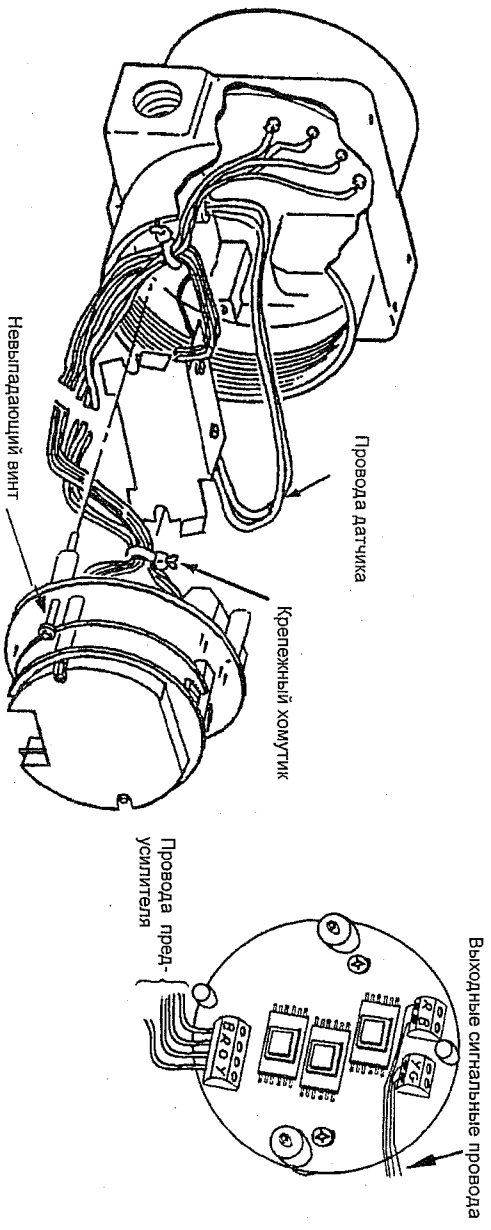

Рис. 18. Соединения электронного блока – датчик с расширенным температурным диапазоном
5. В случае с выносным электронным блоком отсоедините на клеммной колодке все 4 провода предварительного усилителя. См. рис. 18.
7. Вытащите электронный блок из корпуса на достаточное расстояние, позволяющее отсоединить 4 провода предварительного усилителя (коричневый, красный, оранжевый и желтый) от клеммной колодки на электронном блоке и 4 сигнальных провода (красный-синий, желтый-зеленый). См. рис. 18.
5. См. рис. 18. Подсоедините коричневый, красный, оранжевый и желтый провода предварительного усилителя к клеммной колодке с цветовой кодировкой, расположенной на тыльной стороне электронного блока. Для взрывобезопасного исполнения типа CENELEC также подсоедините провод заземления от предварительного усилителя к корпусу, как показано на рис. 21.
2. Снимите крышку отделения электронного блока (напротив стороны с надписью «Field Terminal») и демонтируйте электронный блок как рекомендовано порядком действий, описанное которого начинается на стр. 53. Отсоедините коричневый, красный, оранжевый и желтый провода предварительного усилителя. См. рис. 18. При наличии индикатора снимать его нет необходимости.
4. Перед установкой предусилителя в корпус электронного блока слегка отогните наружу фиксирующие ушки металлического экрана, чтобы обеспечить их плотный контакт со стенками корпуса. См. рис. 18. Чтобы установить электронный блок, совместите монтажные отверстия с отверстиями под винты.
7. Перед установкой главного электронного блока в корпус аккуратно соберите вместе все провода от предусилителя и корпуса как показано на рис. 18.